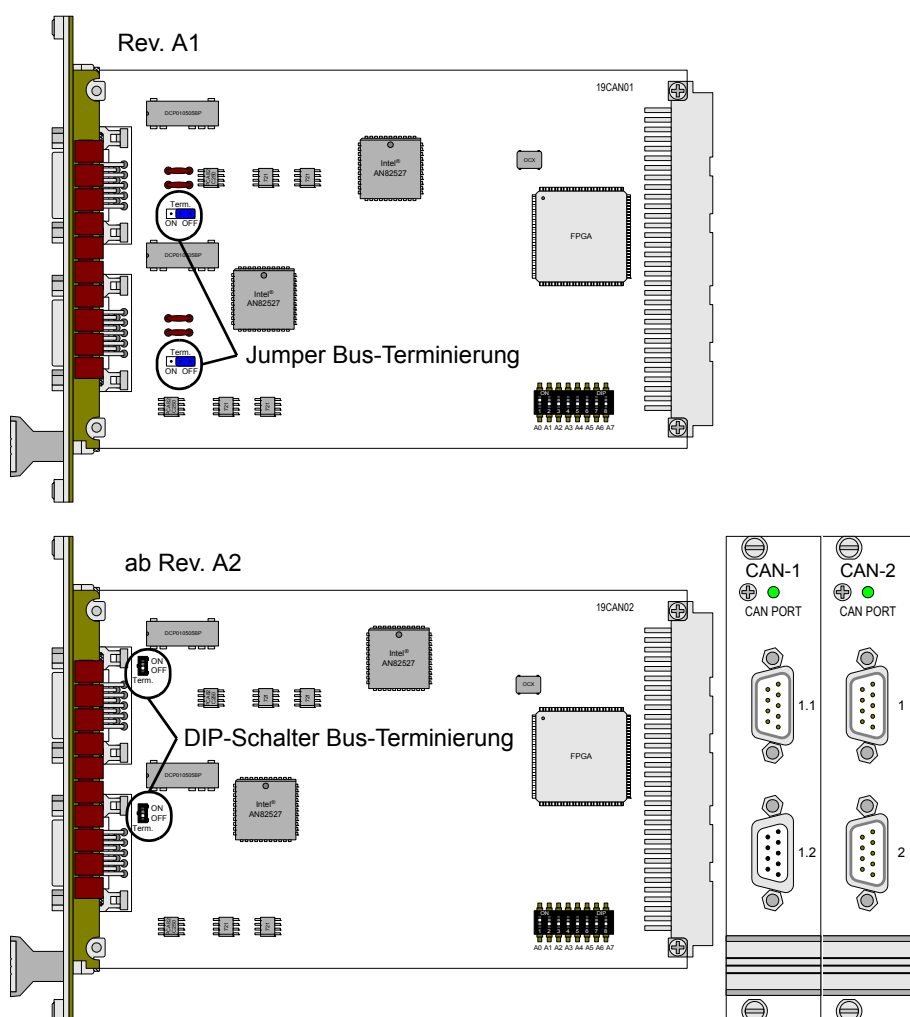

Abb. 300 – Pro-CAN-1/-2: Platine und Frontplatten
Wenn die Terminierung erforderlich ist, legen Sie den entsprechenden DIP-Schalter (Rev. A2, siehe Abb. 300) nach oben um; bei der Modulrevision A1 stecken Sie die Jumper auf die linke Position (ON).